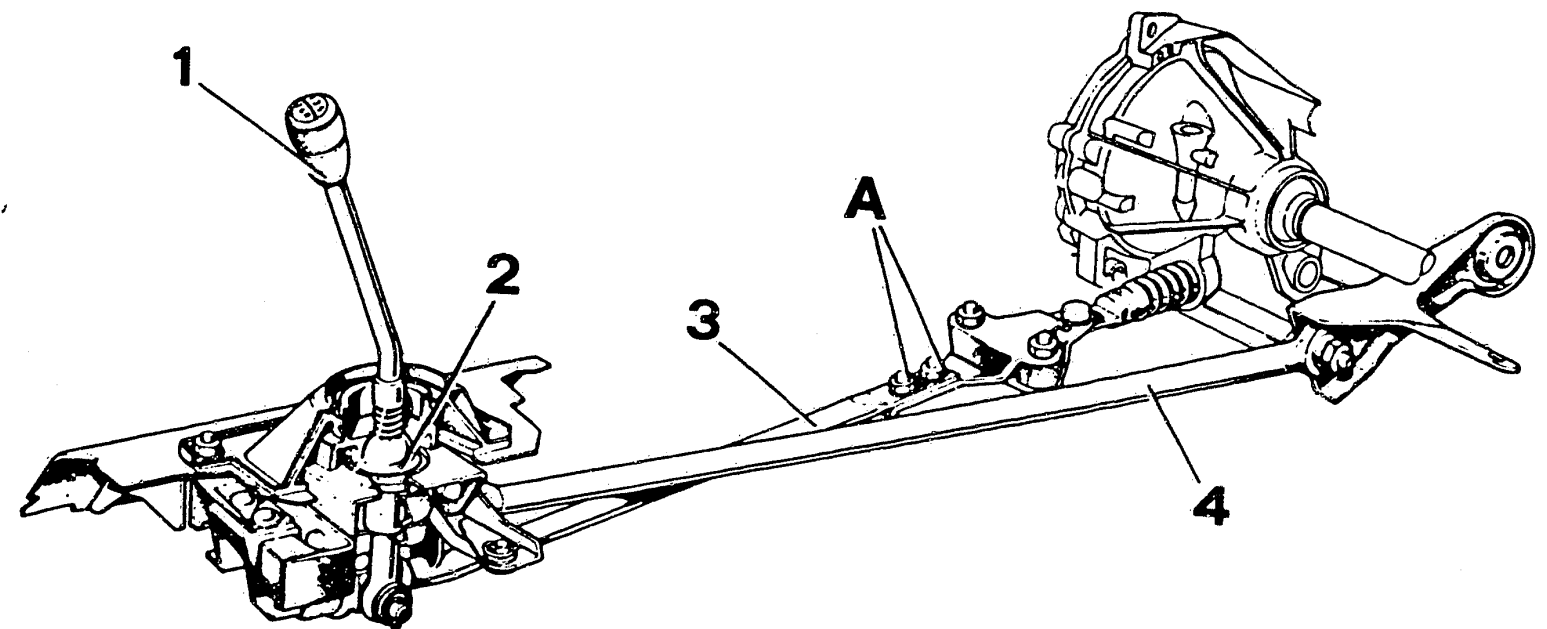

Bild 38 Schaltgestänge am 5-Gang-Schaltgetriebe: 1 Schalthebel – 2 Lagerung – 3 Schaltstange – 4 Reaktionsstange – A Verbindungsschrauben.
a) **Schaltgetriebe:** Das Schaltgestänge (Bild 38) lässt sich vollständig zerlegen. Eine Längenkorrektur der Schaltstange ist möglich, indem die beiden Schrauben A gelöst und die Stange in den Längslöchern verschoben wird.